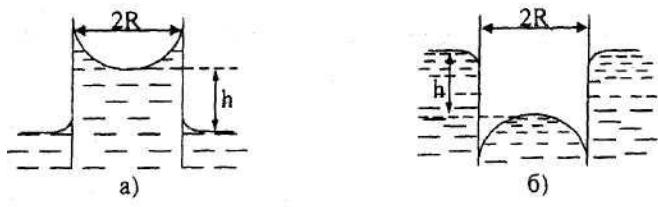

Рис. 12
6. Для определения направления движения капли жидкости в коническом капилляре сначала рассмотрим, как возникает избыточное давление жидкости за счет сил поверхностного натяжения. В жидкости на небольшом расстоянии $2R$ друг от друга опущены две параллельные вертикальные смачивающие пластины (рис.12, а) шириной l . На столбик жидкости, поднятый между ними на высоту h , действует вверх сила поверхностного натяжения $F = 2\sigma l$, где σ - коэффициент поверхностного натяжения, уравновешивающая силу тяжести $mg = \rho 2Rlhg$, где ρ – плотность жидкости, $V = 2Rlh$ - объем поднявшейся
выпуклой поверхностью мениска увеличивается на Δp (рис.12, б). Таким образом, давление всегда меньше с той стороны мениска, куда обращена выпуклость (поверхность жидкости ведет себя в этом отношении как упругая пленка). Избыточное давление под искривленной поверхностью жидкости называют **лапласовским давлением**.